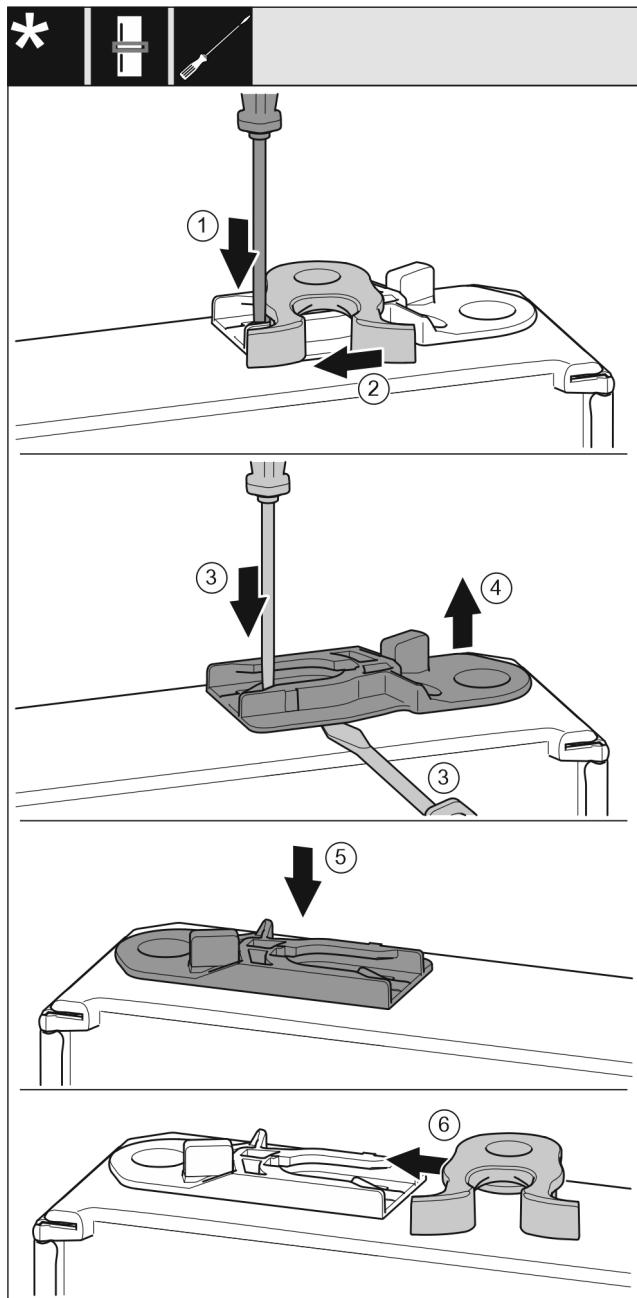

Fig. 16
- Ravnim odvijačem pritisnite jezičac prema dolje. *Fig. 16 (1)*
- Izvucite kuku za zatvaranje iz vodilice. *Fig. 16 (2)*
- Izvucite čahuru za vođenje: Ravnim odvijačem pritisnite jezičac i istovremeno umetnite ravni odvijač ispod čahure za vođenje. *Fig. 16 (3, 4)*
- Gurnite čahuru za vođenje koja je uključena u isporuku na drugoj strani uređaja. *Fig. 16 (5)*
- Gurnite kuku za zatvaranje u vodilicu. *Fig. 16 (6)*